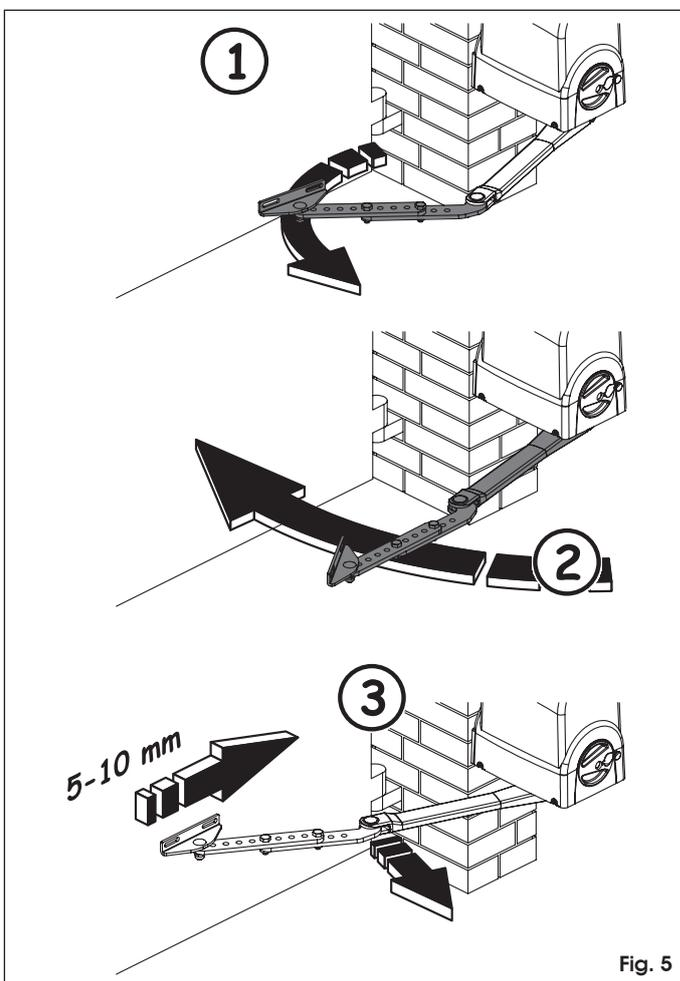

Fig. 5
7. Alinee los dos brazos, Fig. 5 ref. ①.
8. Gire ambos brazos hasta que la brida anterior entre en contacto con la hoja, Fig. 5 ref. ②, a fin de establecer la posición de fijación.
9. Haga retroceder la brida unos 5 - 10 mm, doblando el brazo, y marque las posiciones de fijación, Fig. 5 ref. ③.